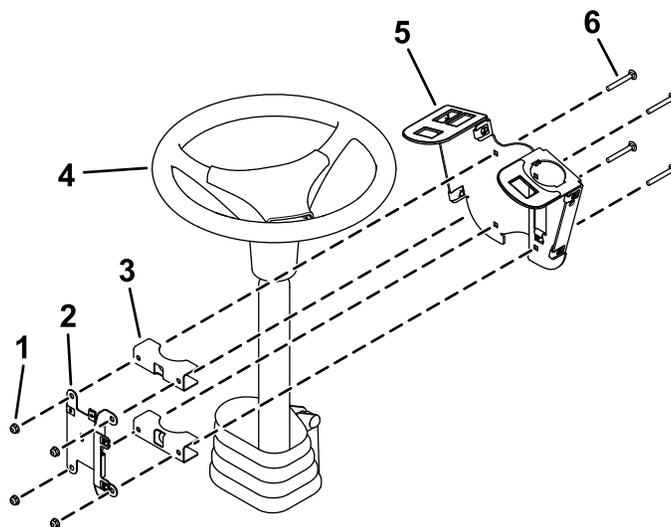

Рисунок 4
1. Не затягивая установите крепление переключателя вокруг рулевой колонки с помощью 4 каретных болтов (¼ x 2 дюйма), 2 монтажных кронштейнов, монтажной пластины предохранителя и 4 контргаек (¼ дюйма), как показано на Рисунок 4.